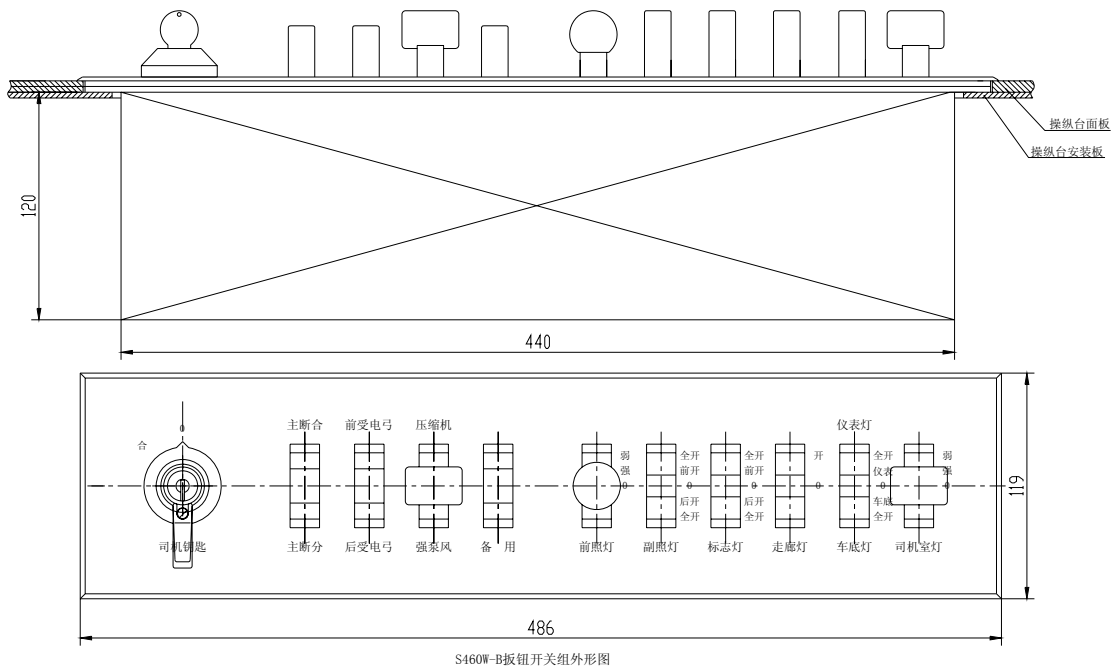

图 14-6 S460W-B 扳钮开关组外形和结构图
1) S460W-B 扳钮开关组外形结构示意图($486\text{mm}\times 119\text{mm}\times 120\text{mm}$)见图 14-6。